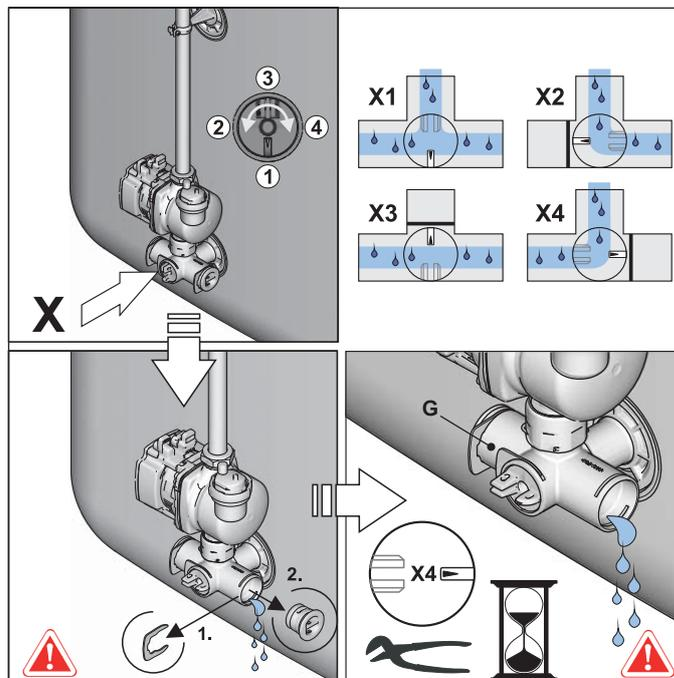

Fig. 6-5 Cerrar el obús de válvula, retirar el tapón ciego de la escuadra de conexión
- Ajustar el obús de válvula en la escuadra de conexión de forma que quede cerrado el recorrido al tapón ciego (fig. 6-5).
- Colocar una cubeta colectora adecuada y retirar el tapón ciego de la escuadra de conexión (fig. 6-5).
- Ajustar el obús de válvula en la escuadra de conexión de forma que el recorrido a la manguera de desagüe se abra (véase también fig. 6-5) y se purgue el agua del depósito acumulador.